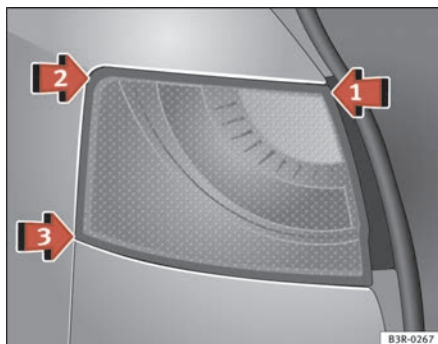
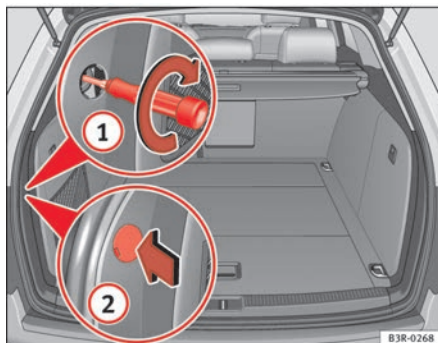

Fig. 224 Montar a unidade de luz traseira
Fig. 225 Bagageira: Posição do parafuso de fixação da unidade de luz traseira
- Coloque a unidade de luz traseira primeiro em ⇒ fig. 224 seta ① no alojamento.
- Pressione ligeiramente a unidade de luz traseira, primeiro no ponto ② e depois no ponto ③ contra o alojamento, até que os cliques assentem firmemente nos apoios de borracha.
- Exerça uma ligeira pressão sobre a parte superior da unidade de luz traseira e fixe-a com a chave de fendas através do porta-bagagens ⇒ fig. 225 ①.
- Volte a colocar a cobertura do parafuso com o rebaixo para trás ②.